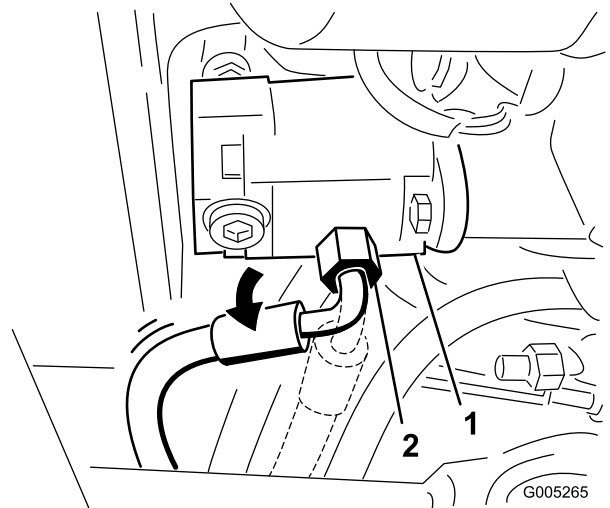

Figure 87
30. Desserrez le raccord du flexible de pression sur la pompe et tournez-le de 45 degrés vers l'arrière de la machine (Figure 87).
Remarque: La Figure 87 est une vue de sous le groupe de déplacement.